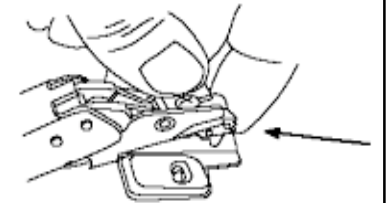

Fig. 8
3. Fixez les charnières à la porte (fig. 8). Fixez solidement à l'aide des vis fournies. **NE PAS TROP SERRER LES VIS DE MONTAGE DE LA CHARNIÈRE.** Utilisez un tournevis à pointe cruciforme (Phillips) pour serrer ses vis à la main – juste au point où on les sent s'appuyer.